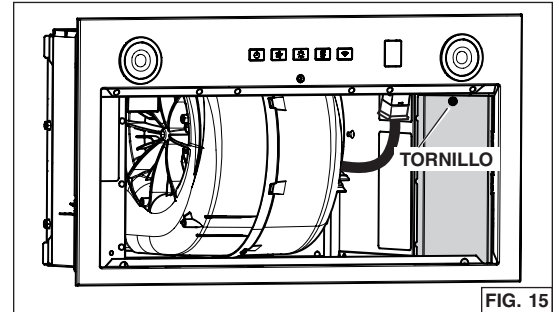

FIG. 15
3. Quite la tapa del compartimento eléctrico (en gris en FIG. 15) en el interior del aparato retirando su tornillo de sujeción. Retire la bolsa de piezas detrás de la tapa. Poner la bolsa de piezas, la tapa y el tornillo de sujeción a un lado.